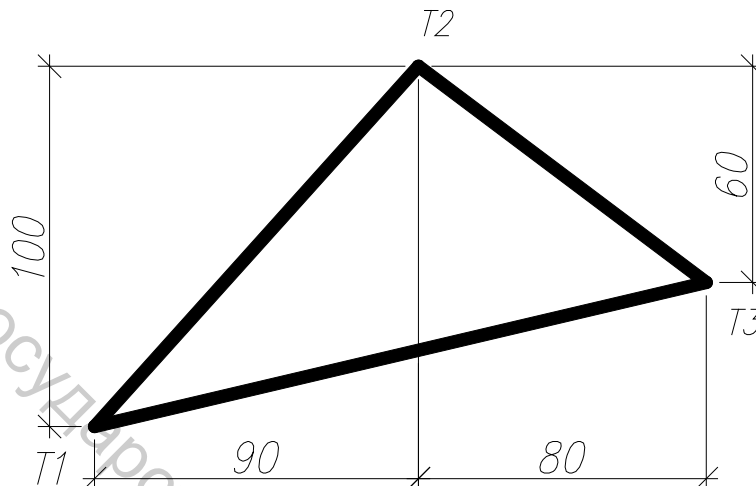

Рисунок 15 – Иллюстрация к заданию 16
1. Используя команду ОТРЕЗОК, нарисовать треугольник 1,2,3 (рис. 15).